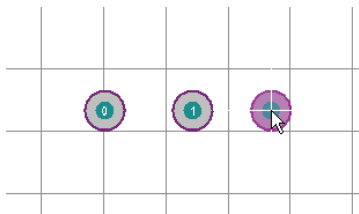

图 10-7 放置焊盘的光标状态
(1) 执行菜单命令【Place】→【Pad】。
(2) 执行上一步操作后，光标在 PCB 编辑窗口中变成十字形，并带着一个焊盘，如图 10-7 所示。移动光标到需要放置焊盘的位置处单击，即可将一个焊盘放置在光标所在位置。图 10-7 中已经放置了 2 个焊盘，第三个焊盘正在放置中。